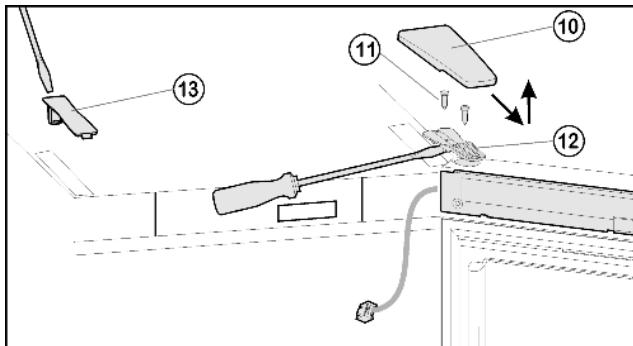
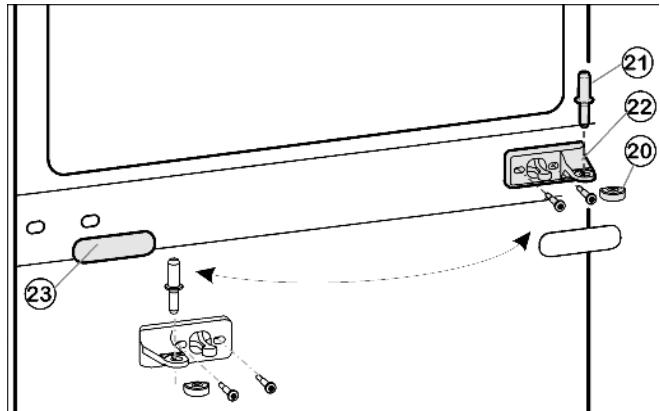
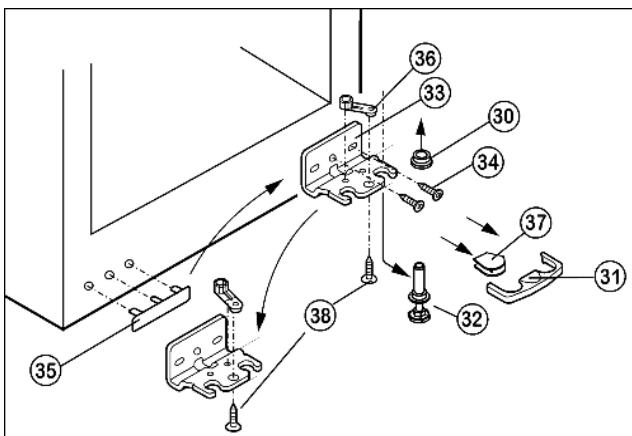

Fig. 5
Fig. 6
Fig. 7
- ▶ Крышку Fig. 5 (10) снимите движением вперед и вверх.
- ▶ Снимите крышку Fig. 5 (13).
- ▶ Полностью выверните винты Fig. 5 (11).
- ▶ Снимите дверцу вместе с опорным кронштейном Fig. 5 (12) и кабелем вверх. Для снятия, возможно, понадобится осторожно подцепить опорный кронштейн снизу шлицевой отверткой.
- ▶ Извлеките средний опорный палец Fig. 6 (21) из среднего опорного кронштейна Fig. 6 (22) и нижней дверцы.
- ▶ Пластмассовый колпачок Fig. 6 (20) снимите.
- ▶ Снимите средний опорный кронштейн Fig. 6 (22).
- ▶ Осторожно снимите накладку Fig. 6 (23).
- ▶ Открутите средний опорный кронштейн Fig. 6 (22) и прикрутите его с поворотом на 180° на новую сторону шарнира.
- ▶ Защелкните накладку Fig. 6 (23), повернув на 180 °, на стороне, где теперь будет ручка.
- ▶ Предохранитель Fig. 7 (31) снимите движением вперед.
- ▶ Снимите крышку Fig. 7 (37).\*
- ▶ Полностью вверните регулируемую опору Fig. 7 (32).
- ▶ Вытяните опорный палец Fig. 7 (32) вниз и вперёд. При этом следите за гнездом шарнира Fig. 7 (30).
- ▶ Открутите опорный кронштейн Fig. 7 (33)(2 шт. Torx 25) Fig. 7 (34).
- ▶ Открутите опорную деталь Fig. 7 (36)(1 Torx 25) Fig. 7(38) и, переставив в отверстие на противоположной стороне опорного кронштейна, снова прикрутите.
- ▶ Осторожно приподнимите и переставьте крышку Fig. 7 (35) со стороны ручки.
- ▶ Снова прикрутите опорный кронштейн Fig. 7 (33) на новой стороне шарнира, при необходимости с помощью аккумуляторного шуруповерта через внешний продольный паз и круглое отверстие.
- ▶ Установите крышку Fig. 7 (37) на противоположной стороне.\*
- ▶ Предохранитель (31) нужно зафиксировать сбоку на кронштейне, чтобы опорный палец и двери были защищены от выпадения.
- ▶ Снова защелкните предохранитель (31) на опорном кронштейне.
- ▶ Наденьте гнездо шарнира Fig. 7 (30).
- ▶ Установите дверцу сверху на нижний опорный палец Fig. 7 (32).
- ▶ Снова наденьте пластмассовый колпачок Fig. 6 (20) на средний опорный кронштейн Fig. 6 (22).
- ▶ Вставьте средний опорный палец Fig. 6 (21) через средний опорный кронштейн Fig. 6 (22) в нижнюю дверцу.
- Установите верхнюю дверцу на средний опорный палец Fig. 6 (21), закройте дверцу и установите верхний опорный кронштейн Fig. 5 (12) так, чтобы он защелкнулся в верхней стороне устройства.
- Прикрутите опорный кронштейн Fig. 5 (12). При необходимости просверлите отверстия или используйте аккумуляторную отвертку.
- Защелкните крышку Fig. 5 (10) и крышку Fig. 5 (13).
- Переставьте средний винт на нижнем опорном кронштейне Fig. 7 (33) в свободный продольный паз.
- При необходимости выровняйте дверцу через два продольных паза в нижнем опорном кронштейне Fig. 7 (33) и среднем опорном кронштейне Fig. 6 (22) параллельно корпусу устройства.